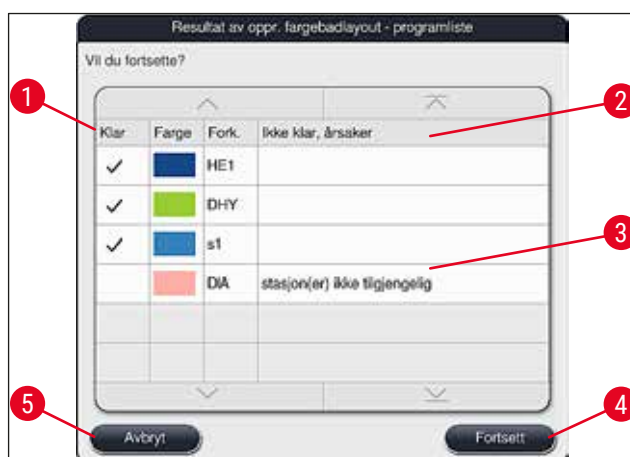

Fig. 52
- Hvis det er valgt flere programmer enn det er mulig å integrere i fargebadlayouten, informeres brukeren om dette gjennom visningen **Resultat for oppretting av fargebadlayout** (→ "Fig. 52"). Programmer som er integrert, merkes av i kolonnen **Klar** (→ "Fig. 52-1").